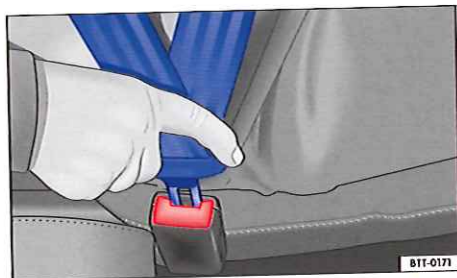

Fig. 67 Insertion du pêne de la ceinture de sécurité dans le boîtier de verrouillage.
- Insérez fermement le pêne dans le boîtier de verrouillage du siège correspondant ⇒ **fig. 67**.